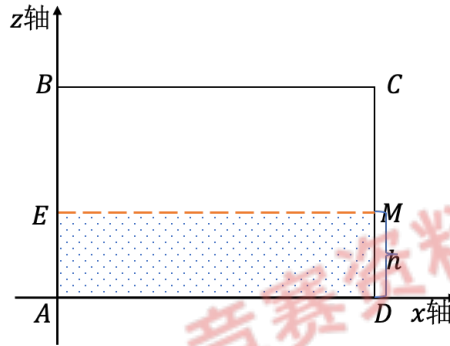

图 6: 油面形状为矩形示意图
(1) 油面呈现为“矩形”: $\theta = 0$, 如图 6 所示。